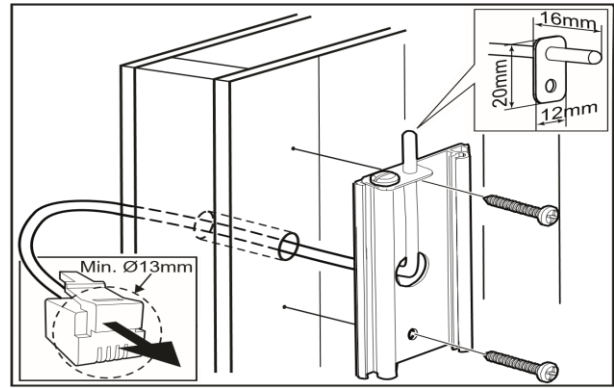
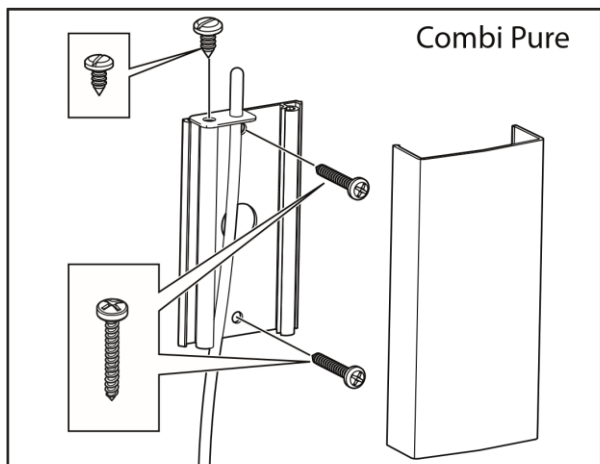

Figure 16A: Wiring through the wall. The example shows the
Figure 14: Installing the sensor - Combi Pure
12: 12. Installare il sensore sulla parete vedere Fig. 14 e 15. il filo del sensore può anche essere fatto passare attraverso la parete vedere Fig 16° e 16B. Sigillare eventuali fori nella parete dietro il sensore. Il il filo del termistore può essere allungato all'esterno della sauna utilizzando cavo per bassa tensione (2, 4 conduttori).
12. Install the sensor on the wall see Fig 14 and 15. The thermistor wire may also be passed through the wall see Fig 16A and 16B. Seal any holes in the wall behind the sensor. The thermistor wire may be extended outside the sauna using low voltage wire (2-, 4-lead).